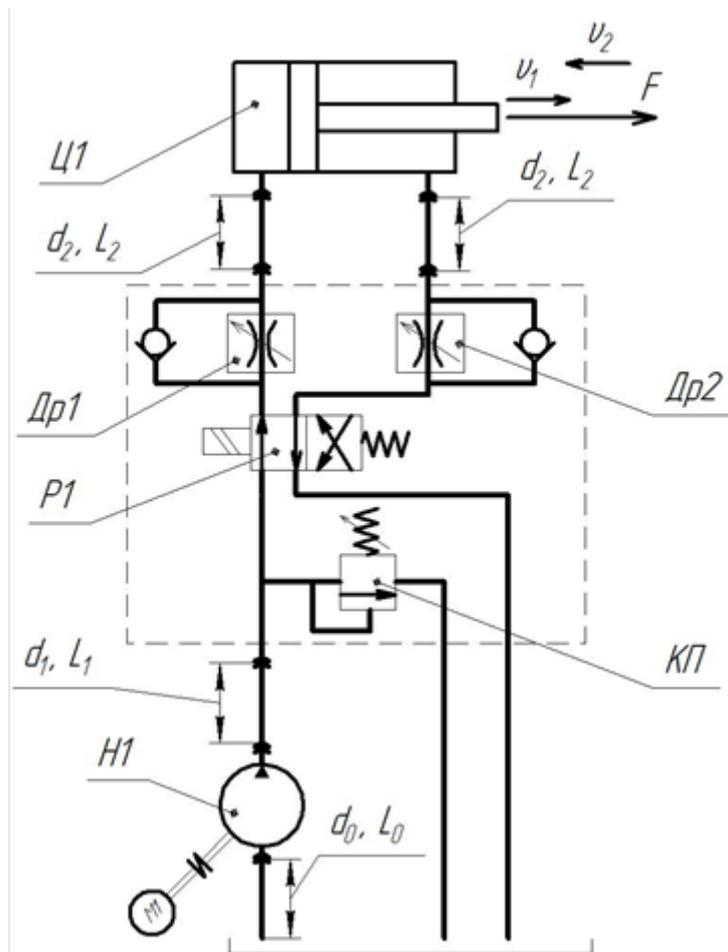

Рис. 15
26. Рассчитать основные характеристики насоса (рис. 15) (производительность Q , мощность N , рабочее давление p), трубопроводов (диаметр условного прохода D_y) и гидроаппаратов для управления гидроцилиндром Ц1 на штоке которого развивается усилие F и скорость v_1 при движении вправо, при движении влево - скорость v_2 . Подобрать модели основных гидроаппаратов (с учетом номинальных расходов, потерь давления, величины утечек) и параметры трубопроводов из стандартного ряда, при следующих исходных данных: $F=15 \text{ кН}$, $v_{1\text{min}}=3 \text{ м/мин}$, $v_{1\text{max}}=15 \text{ м/мин}$, $v_2=10 \text{ м/с}$, $L_0=0,8 \text{ м}$, $L_1=1,2 \text{ м}$, $L_2=2,6 \text{ м}$.
27. Рассчитать основные характеристики насоса (рис. 15) (производительность Q , мощность N , рабочее давление p), трубопроводов (диаметр условного прохода D_y) и гидроаппаратов для управления гидроцилиндром Ц1 на штоке которого развивается усилие F и скорость v_1 при движении вправо, при движении влево - скорость v_2 . Подобрать модели основных гидроаппаратов (с учетом номинальных расходов, потерь давления, величины утечек) и параметры трубопроводов из стандартного ряда, при следующих исходных данных: $F=5 \text{ кН}$, $v_{1\text{min}}=4 \text{ м/мин}$, $v_{1\text{max}}=12 \text{ м/мин}$, $v_2=12 \text{ м/с}$, $L_0=0,5 \text{ м}$, $L_1=3 \text{ м}$, $L_2=2,4 \text{ м}$.
28. Рассчитать основные характеристики насоса (рис. 15) (производительность Q , мощность N , рабочее давление p), трубопроводов (диаметр условного прохода D_y) и гидроаппаратов для управления гидроцилиндром Ц1 на штоке которого развивается усилие F и скорость v_1 при движении вправо, при движении влево - скорость v_2 . Подобрать модели основных гидроаппаратов (с учетом номинальных расходов, потерь давления, величины утечек) и параметры трубопроводов из стандартного ряда, при следующих исходных данных: $F=8 \text{ кН}$, $v_{1\text{min}}=2 \text{ м/мин}$, $v_{1\text{max}}=12 \text{ м/мин}$, $v_2=16 \text{ м/с}$, $L_0=0,3 \text{ м}$, $L_1=1,7 \text{ м}$, $L_2=3,2 \text{ м}$.
29. Рассчитать основные характеристики насоса (рис. 15) (производительность Q , мощность N , рабочее давление p), трубопроводов (диаметр условного прохода D_y) и гидроаппаратов для управления гидроцилиндром Ц1 на штоке которого развивается усилие F и скорость v_1 при движении вправо, при движении влево - скорость v_2 . Подобрать модели основных гидроаппаратов (с учетом номинальных
30. Рассчитать основные характеристики насоса (рис. 15) (производительность Q , мощность N , рабочее давление p), трубопроводов (диаметр условного прохода D_y) и гидроаппаратов для управления гидроцилиндром Ц1 на штоке которого развивается усилие F и скорость v_1 при движении вправо, при движении влево - скорость v_2 . Подобрать модели основных гидроаппаратов (с учетом номинальных расходов, потерь давления, величины утечек) и параметры трубопроводов из стандартного ряда, при следующих исходных данных: $F=6$ кН, $v_{1\min}=2$ м/мин, $v_{1\max}=20$ м/мин, $v_2=30$ м/с, $L_0=0,4$ м, $L_1=1,3$ м, $L_2=2,7$ м.